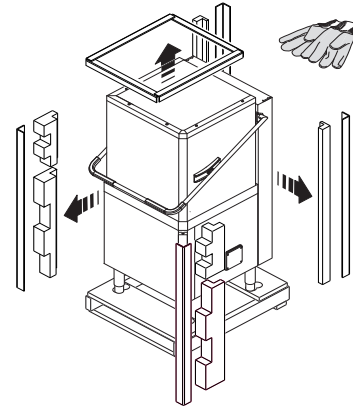

Figura 5 Remoção da embalagem
- Utilize luvas de proteção e retire a embalagem da máquina (Figura 5).